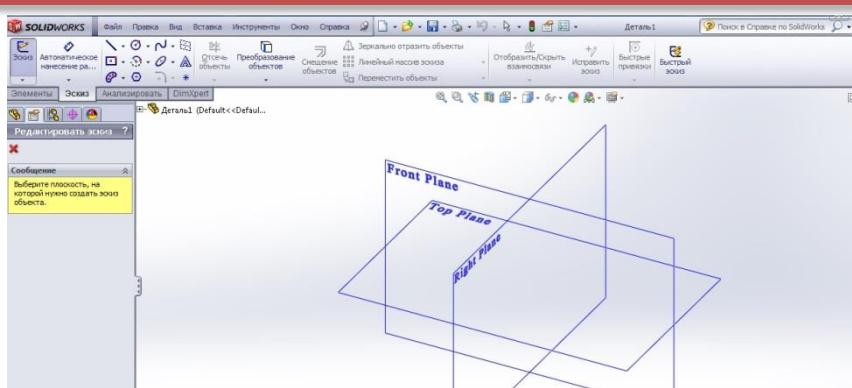

Рис. 1.13
**Диспетчер команд** – це набір панелей інструментів для самостійної роботи користувача при вирішенні конкретного завдання (рис. 1.13). Вони відображаються або текстом на кнопках, або позначеннями і дають швидкий доступ до всіх інструментів моделювання.